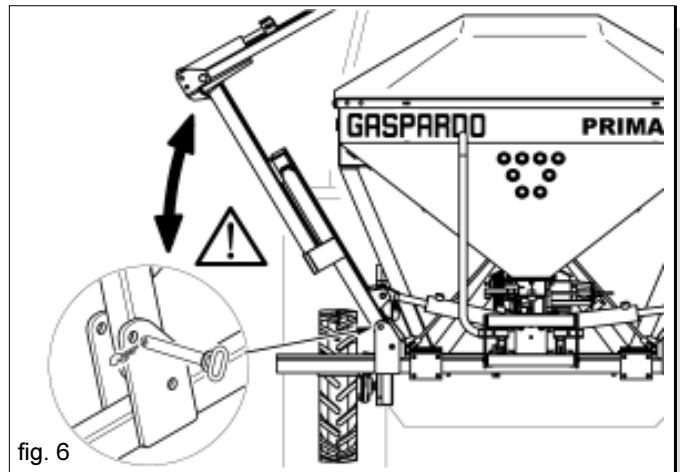

fig. 6
- 35) Gli spostamenti fuori dalla zona di lavoro devono avvenire con l'attrezzatura in posizione di trasporto, e con le apposite sicurezze attivate (Fig. 6).